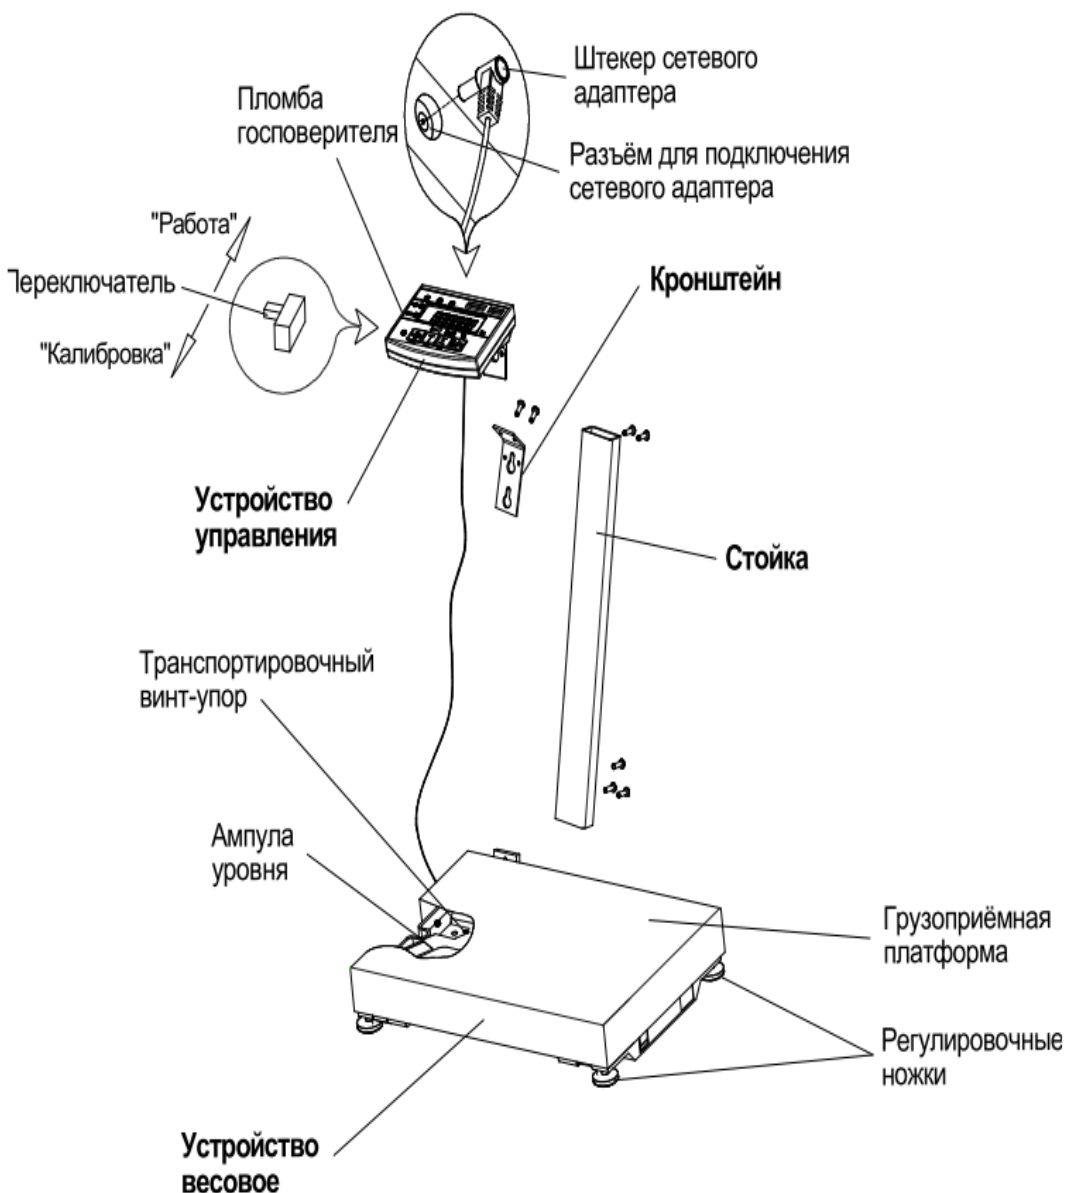

Рисунок 6.1 - Конструкция весов
- включить весы в режим калибровки. Для этого необходимо вывернуть два винта крепления крышки устройства управления (рисунок 6.1), приподнять крышку и установить переключатель режима работы в положение "Калибровка", установить крышку на место.
- установить переключатель в положение "Работа" (рисунок 6.1);